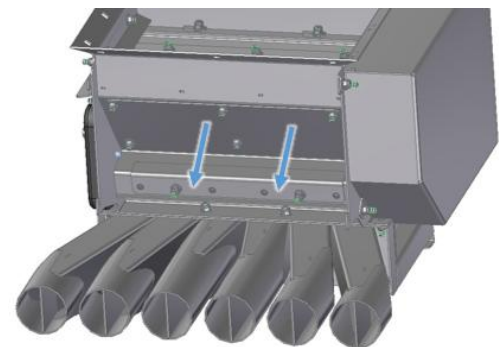

Abbildung 39
- Zuerst muss das Fixierungsblech mit dem mitgelieferten Steckschlüssel gelockert werden um den unteren Besen einstellen zu können (siehe Abbildung 39).